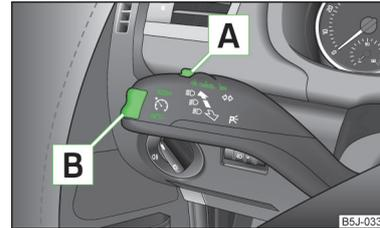

Fig. 119
- Pulsar el conmutador **A** » fig. 119 a la posición **ON**.
- Presionar el balancín [B] » fig. 119 de la página 127 a la posición RES.
- La velocidad memorizada se puede reducir presionando el balancín [B] » fig. 119 de la página 127 en la posición SET.
El sistema regulador de velocidad también se **desconecta temporalmente**, pulsando el interruptor [A] » fig. 119 de la página 127 en la posición de suspensión elástica CANCEL o bien el pedal de freno o de embrague.
- Pulsar el conmutador [A] » fig. 119 de la página 127 desplazándolo hacia la derecha a la posición OFF.